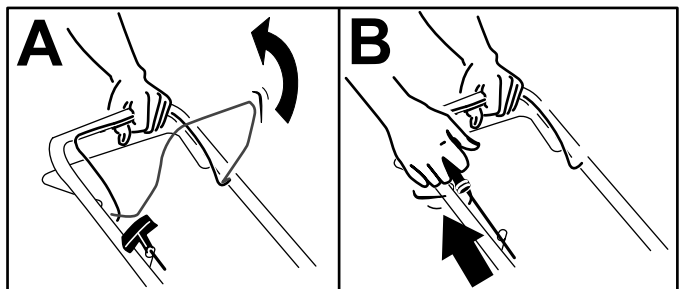

Рисунок 13
1. Удерживайте штангу управления ножом прижатой к рукоятке (вид А на Рисунок 13).
2. Потяните рукоятку ручного стартера (вид В на Рисунок 13).